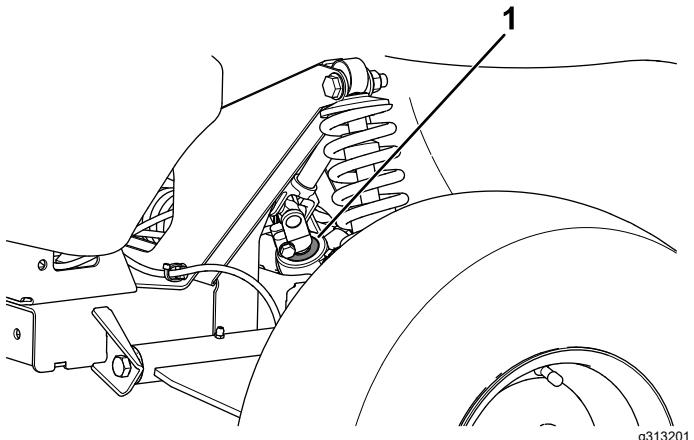

Figure 57
- Important:** Vérifier l'état et la fixation du joint de l'arbre de pignon (Figure 57).